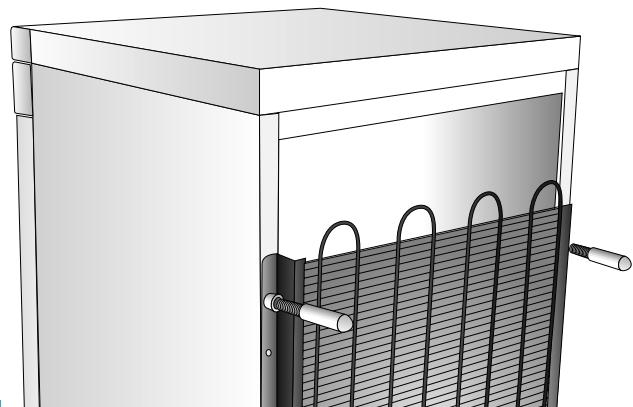

fig. 4
- F) Se l'apparecchio è dotato di distanziali (Fig. 4) applicateli sulla parte superiore del condensatore posto sulla parete posteriore.
F) If the refrigerator is supplied with wall spacers fit these to the back side of the appliance at the top of the condenser (fig. 4)
- F) Wenn sich in der Packung Wandabstandhalter (Abb. 4) befinden, sind diese am oberen Teil des Kondensators zu montieren.
- F) Si l'appareil est muni d'entretoises (Fig. 4) montez-les sur la partie supérieure du condenseur (radiateur) placé sur la paroi postérieure.
- F) Si el aparato está provisto de distanciadores (Fig. 4), colocarlos en la parte supe-